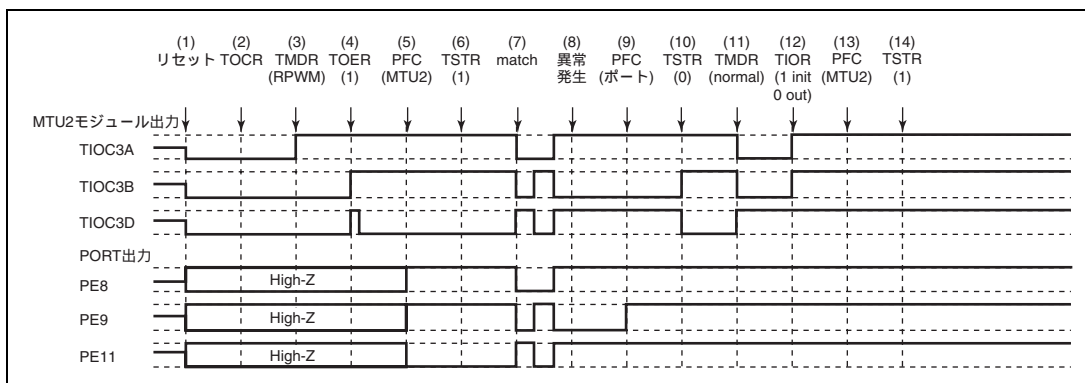

図 9.149 リセット同期 PWM モードで異常が発生し、ノーマルモードで復帰する場合
リセット同期 PWM モードで異常が発生し、再設定後ノーマルモードで再スタートする場合の説明図を図 9.149 に示します。
(1) ~ (10) は図 9.149 と共通です。
(11) PWM モード 1 を設定してください (MTU2 出力は正相側がローレベル、逆相側がハイレベルとなります)。
(12) TIOR で端子を初期化してください (PWM モード 1 では TIOC\*B 側は初期化されません)。
(13) PFC で MTU2 出力としてください。
(14) TSTR で再スタートします。
- (1) ~ (10) は図 9.149 と共通です。
- (11) TOER でチャンネル 3、4 の出力を禁止してください。
- (12) TOCR で相補 PWM の出力レベルと周期出力の許可禁止を選択してください。
- (13) 相補 PWM を設定します (MTU2 の周期出力端子はローレベルになります)。
- (14) TOER でチャンネル 3、4 の出力を許可してください。
- (15) PFC で MTU2 出力としてください。
- (16) TSTR で再スタートします。
- (11) PFC で MTU2 出力としてください。
- (12) TSTR で再スタートします。
- (13) コンペアマッチの発生によりリセット同期 PWM 波形を出力します。